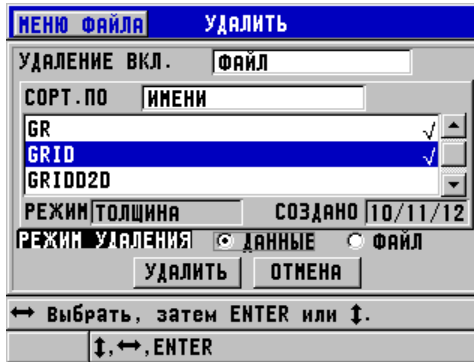

Рис. 6-31 Удаление файла
2. В окне **УДАЛИТЬ** (см. Рис. 6-31 на стр. 120):